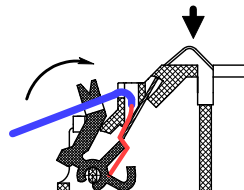

Рисунок 2
- ввести в канал провод и зафиксировать его, поджав кнопку-зажим до упора (рисунок 2);
- проверить надежность соединения для чего необходимо надавить на изгиб контакта, имитируя нажим извещателем (рисунок 2), и потянуть провод на себя;
- завести провод в паз, расположенный на кнопке-зажиме (рисунок 2).